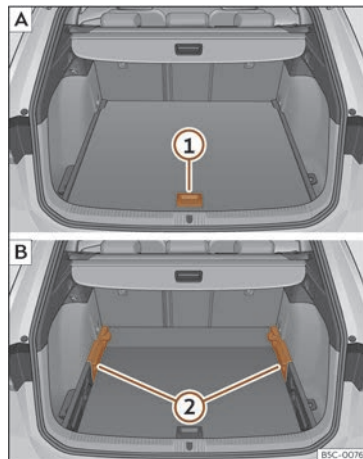

Fig. 125 Piso variable do maleteiro: **A** posición alta; **B** posición baixa.
- Para pasar da posición baixa á alta, levante o piso pola asa»» **fig. 125** **1**, puxe cara atrás ata que a parte dianteira do piso supere totalmente os soportes»» **fig. 125** **2**.
- Para pasar da posición alta á baixa, levante o piso pola asa»» **fig. 125** **1**, puxe cara atrás ata que a parte dianteira do piso supere totalmente os soportes»» **fig. 125** **2**.
- Co piso variable en posición alta, levánteo pola asa»» fig. 125 ①, puxe dela e empuxe cara ao respaldo dos asentos posteriores ata que se dobre o piso pola liña de bisagra e a parte móbil do piso repose sobre el.